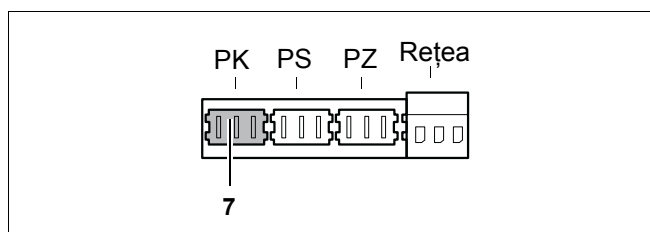
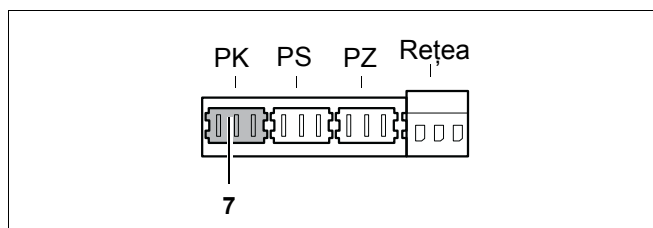

Fig. 36 Regletă – pompă externă de încălzire de 230 V (culoare de racord verde)
Fig. 39 Regletă – pompă externă de încălzire de 230 V (culoare de racord verde)
Puterea electrică maximă care poate fi racordată la cablul liber de racord 230 VAC al pompei (Fig. 36, **Poz. 7**) și la ștecherul verde PK (Fig. 39) se ridică în total la 250 Watt. Când trebuie racordat un consum de putere de mai mult de 250 Watt acesta este posibil printr-un releu complementar de 230/230 V care trebuie instalat de un instalator/electrotehnician.
- Racordați pompa externă existentă în cazul de față (nu pompa grupului de racord) la borna PK verde (Fig. 39, **Poz. 7**).